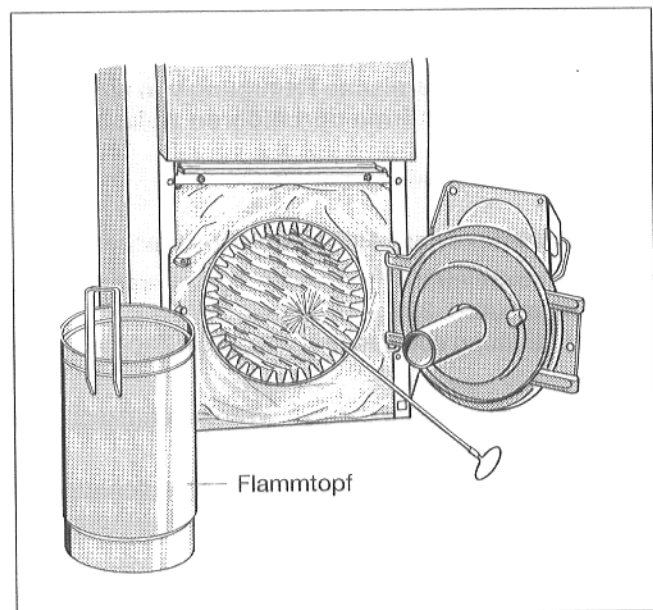

Abb. 35
- Heizflächen mit der Reinigungsbürste in horizontaler Richtung durchbürsten, Verbrennungsrückstände entfernen (Abb. 35).